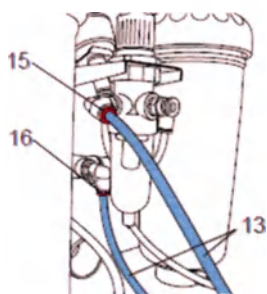

Рис. 12
2. Подсоединение педали (рис.12):
- Вставьте обозначенный буквой А конец шланга (13) до упора в штуцер А (16) пескоструйного аппарата.
- Вставьте обозначенный буквой В конец шланга (13) до упора в штуцер В (15) пескоструйного аппарата. При введении шлангов следует преодолеть легкое сопротивление.